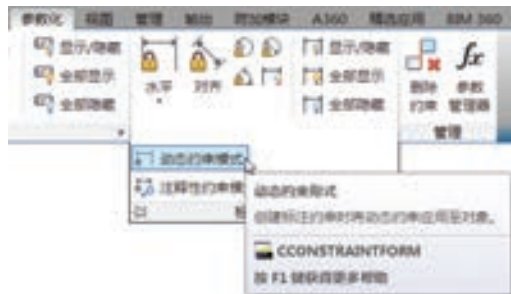

图 11-21 启用动态约束模式
2) 切换到“动态约束模式”。在功能区的“参数化”选项卡中单击“标注”→“动态约束模式”按钮，切换到“动态约束模式”，如图 11-21 所示，从而设置创建标注约束时将动态约束应用至对象。